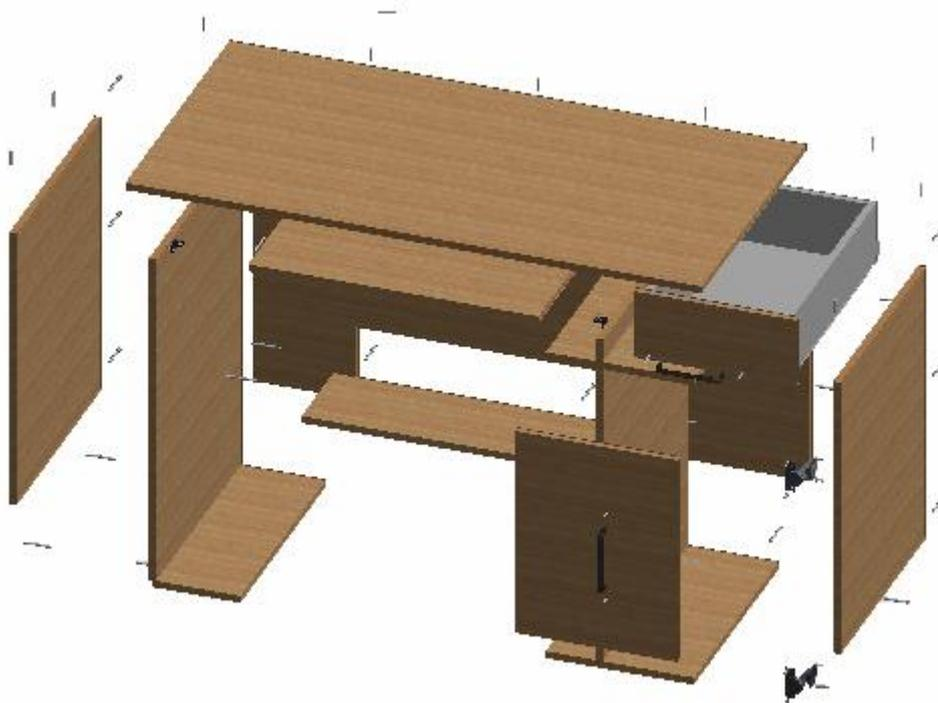

Рис. 72 Результат операции разборки
3. Нажать кнопку *ОК* и наблюдать результат произведенной операции (рис. 72).
Группы, созданные инструментом *Объединить в группу*  панели *Трансформации*, смещаются как единый объект, т.е. остаются собранными (например, на рис. 72 таким объектом является выдвигной ящик).